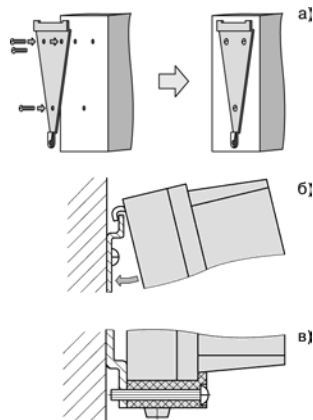

Рис. 13
1. Закрепить кронштейн тремя винтами М4 на поверхности, предназначенной для установки прибора (см. Приложение А и **рис. 13,а**).
2. Зацепить крепежный уголок на задней стенке прибора за верхнюю кромку кронштейна (рис. 13,б).
3. Прикрепить прибор к кронштейну винтом М4 35 из комплекта поставки (рис. 13,в).